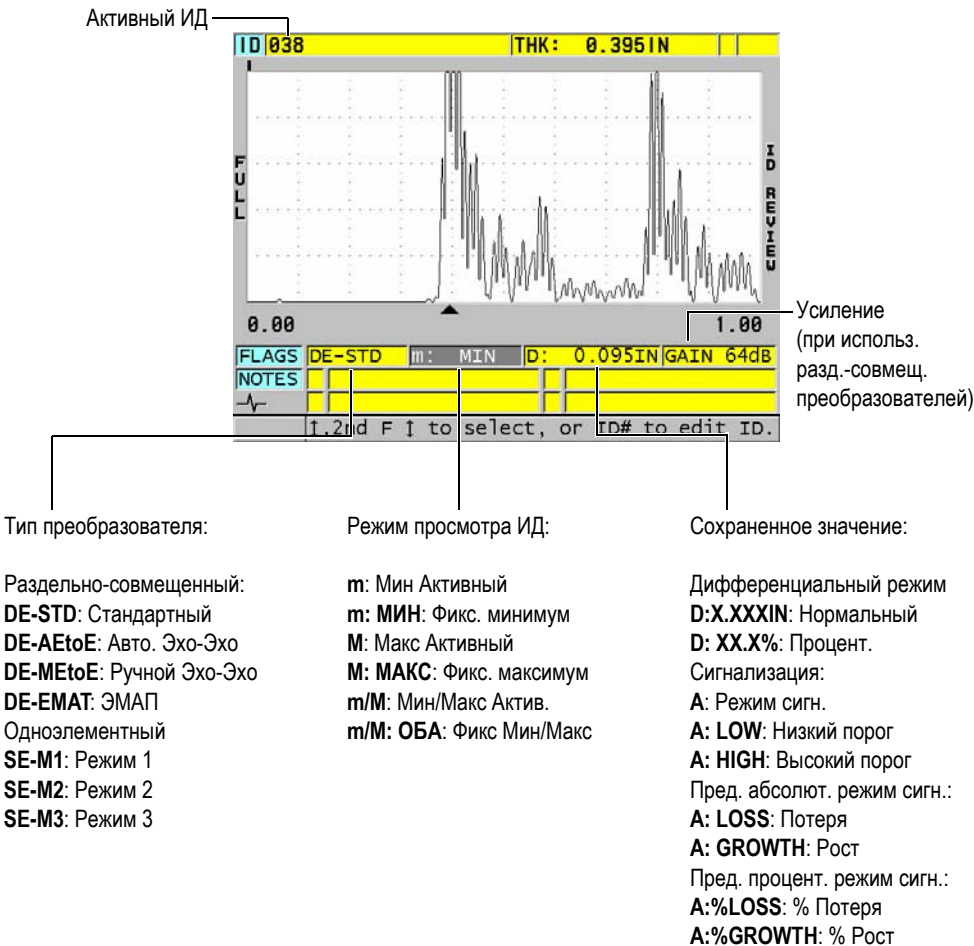

Рис. 11-27 Содержимое экрана просмотра ИД
На Рис. 11-27 на стр. 206 показан пример экрана просмотра ИД и краткое описание его содержимого. Область, расположенная ниже изображения А-скана, предназначена для маркеров состояния, объясняющих значения отображенных на экране данных толщины. Маркеры состояния представляют собой аббревиатуру, состоящую из первых букв составляющих слов (см. раздел 14 на стр. 255).
3. На экране просмотра ИД (ID review) [см. Рис. 11-27 на стр. 206]: